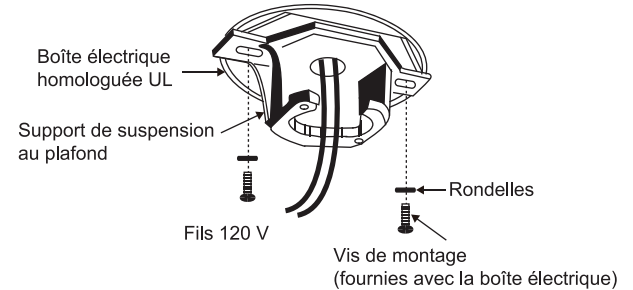

Fig. 6
Étape 3. Faites passer les fils d'alimentation de 120 V de la boîte à prises du plafond par le centre du support de montage au plafond (Fig. 6).
Étape 4. Fixez le support de montage au plafond à la boîte à prises en utilisant les vis et les rondelles fournies avec la boîte à prises (Fig.6).